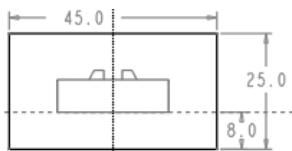

图 18.4 截面草图
③ 进入截面草绘环境后，选取 **MOLD_RIGHT** 基准平面和 **MAIN_PARTING_PLN** 基准平面为草绘参考，然后绘制图 18.4 所示的截面草图。完成特征截面的绘制后，单击“草绘”操控板中的“确定”按钮 。
④ 选取深度类型并输入深度值：在操控板中选取深度类型 (即“对称”)，再在深度文本框中输入深度值 **35.0**，并按回车键。
⑤ 完成特征。在操控板中单击 按钮，完成特征的创建。